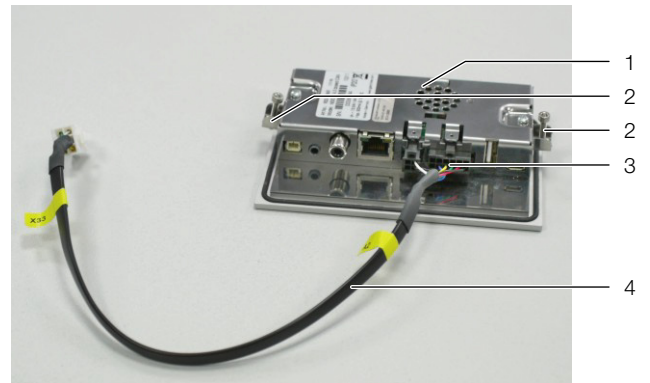

Fig. 56 : préparation de l'écran
- Placez les brides de fixation avec les vis (fig. 56, pos. 2) à gauche et à droite dans l'écran.
- Insérez le câble de raccordement (fig. 56, pos. 4) en bas dans l'écran (fig. 56, pos. 3).